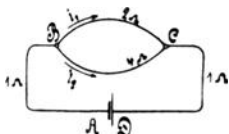

Fig. 12.
wird geschlossen durch zwei Drähte AB und CD (Fig. 12) von je 1 [0,8] (1,5) Ω Widerstand und den beiden zwischen B und C liegenden Drähten von 2 [1,5] (3) Ω und 4 [3,5] (2) Ω Widerstand. Gesucht: